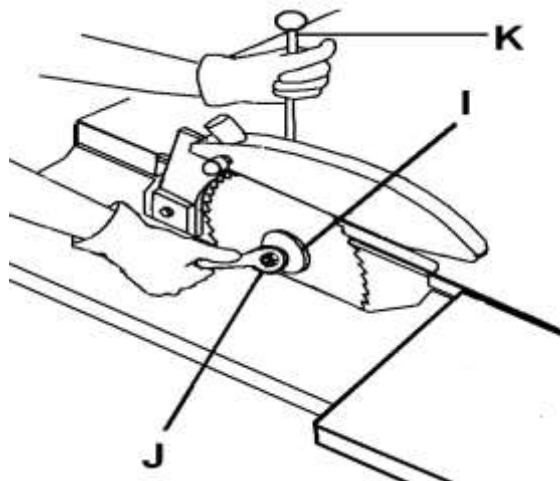

Рис. 26
Ослабьте гайку шпинделя (J, рис. 26), удерживая шпиндель от вращения стопорным штифтом (K).